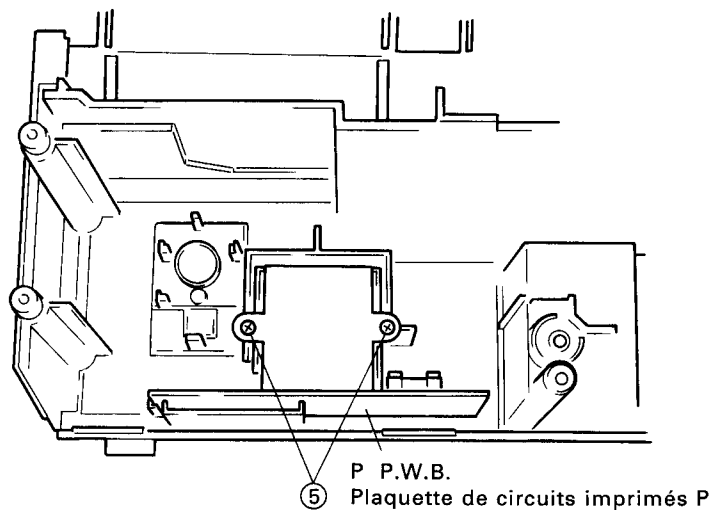

Fig.5
6. Removing the P P.W.B. (Fig.5)
6. Dépose de la plaque de circuit imprimés P (Fig.5)